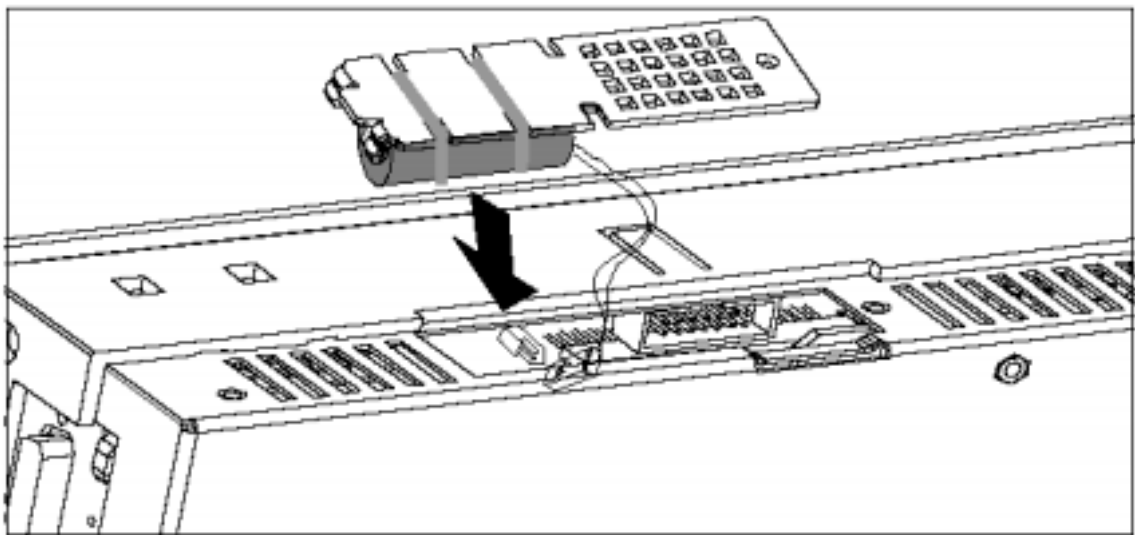

Рис. 11-3 Установка буферной батареи
3. Выньте штекер батареи (Рис. 11-3).
6. Подключите штекер батарейки к двухполюсному штекеру. Штекер для подключения сделан таким образом, чтобы нельзя было перепутать полярность. (Рис. 11-3).